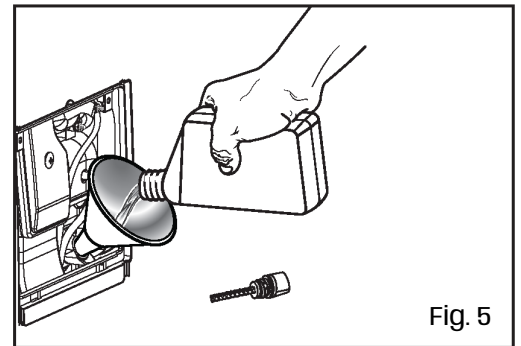

Fig. 5
3. Utilizando um funil de óleo ou um doseador adequado, adicionar lentamente óleo ao depósito do óleo (Fig. 5), tendo o cuidado de não encher demasiado o recipiente. Encha o cárter até ao limite máximo do depósito, de modo a que possa verificar visualmente o óleo a subir até meio das roscas do depósito do óleo (Fig. 6).